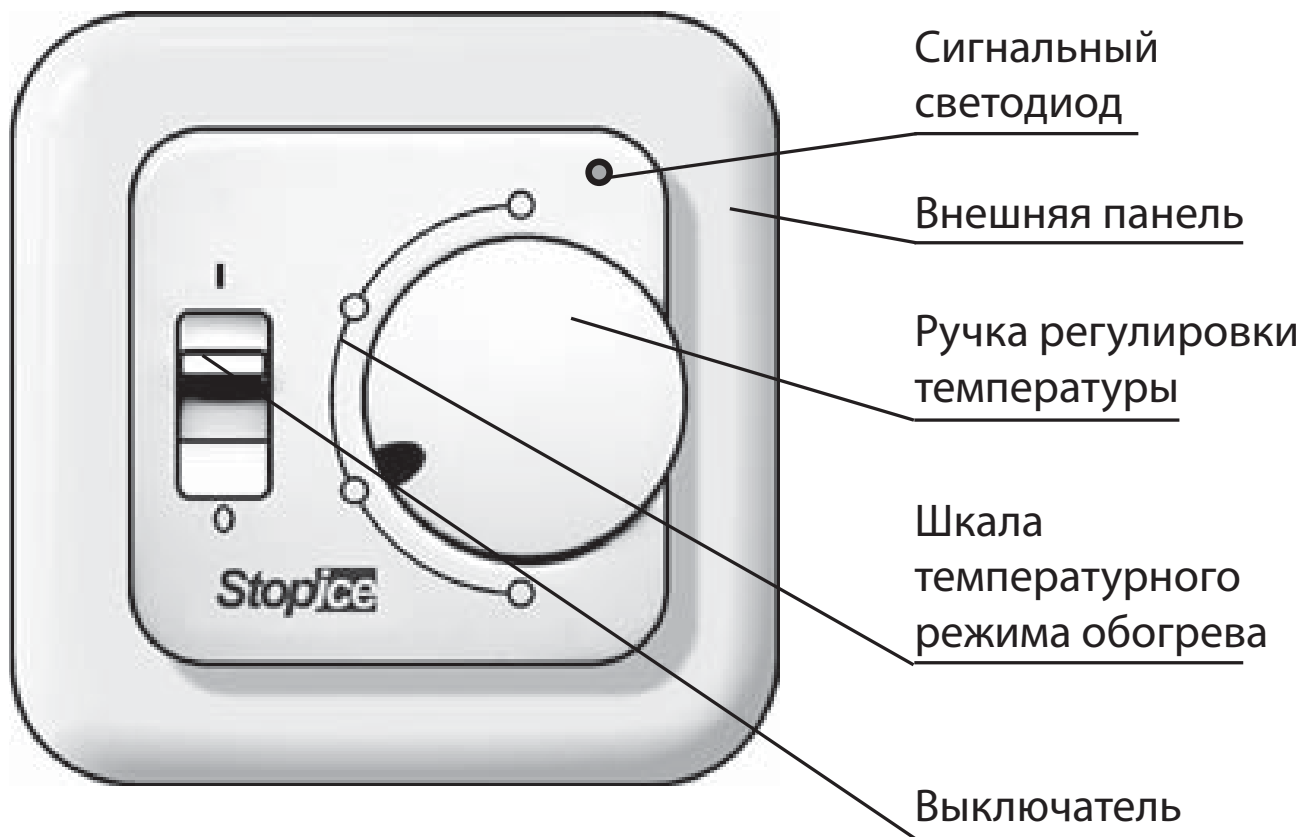

Рис. 1. Внешний вид терморегулятора
Терморегулятор оснащен выключателем, ручкой регулировки температуры и сигнальным светодиодом, показывающим включенное состояние системы обогрева (рис. 1). Установка флажка выключателя терморегулятора в верхнее положение (1) переводит прибор во включенное состояние, в нижнее положение (0) – в выключенное.